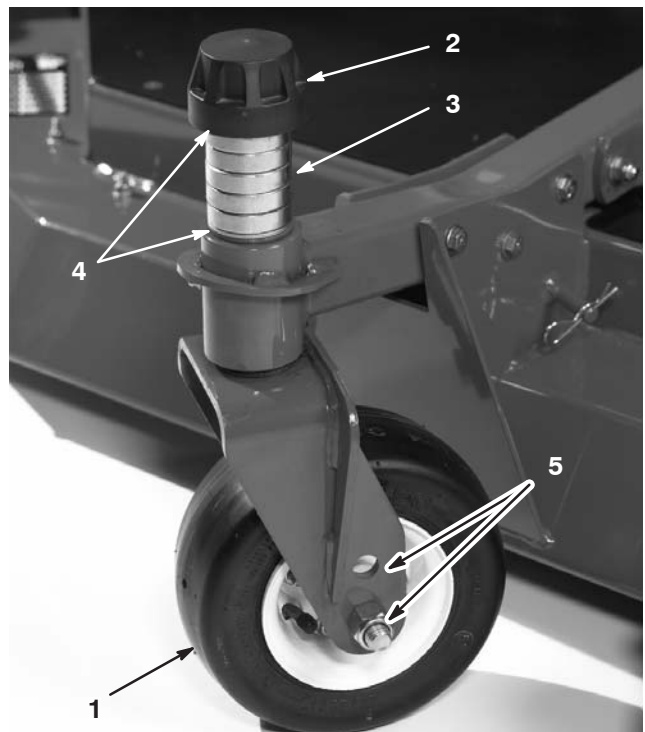

Bild 84
1. Entfernen Sie die Spannkappe von der Spindelwelle und schieben die Spindel aus dem Laufradarm (Bild 84). Stecken Sie die Beilagscheiben nach Bedarf um, um das Laufrad anzuheben oder abzusenken, bis das Mähwerk die korrekte Neigung erhalten hat.